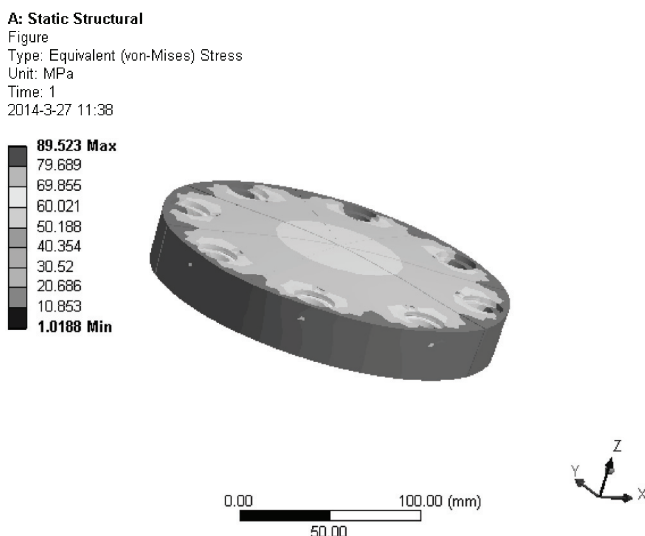

图 20-11 等效应力的等值线云图
4) 在 Outline 树结构图中的 Total Deformation 上单击右键，在弹出的快捷菜单中选择 Evaluate All Results，此时进行求解，求解后得到的图形如图 20-11 所示。